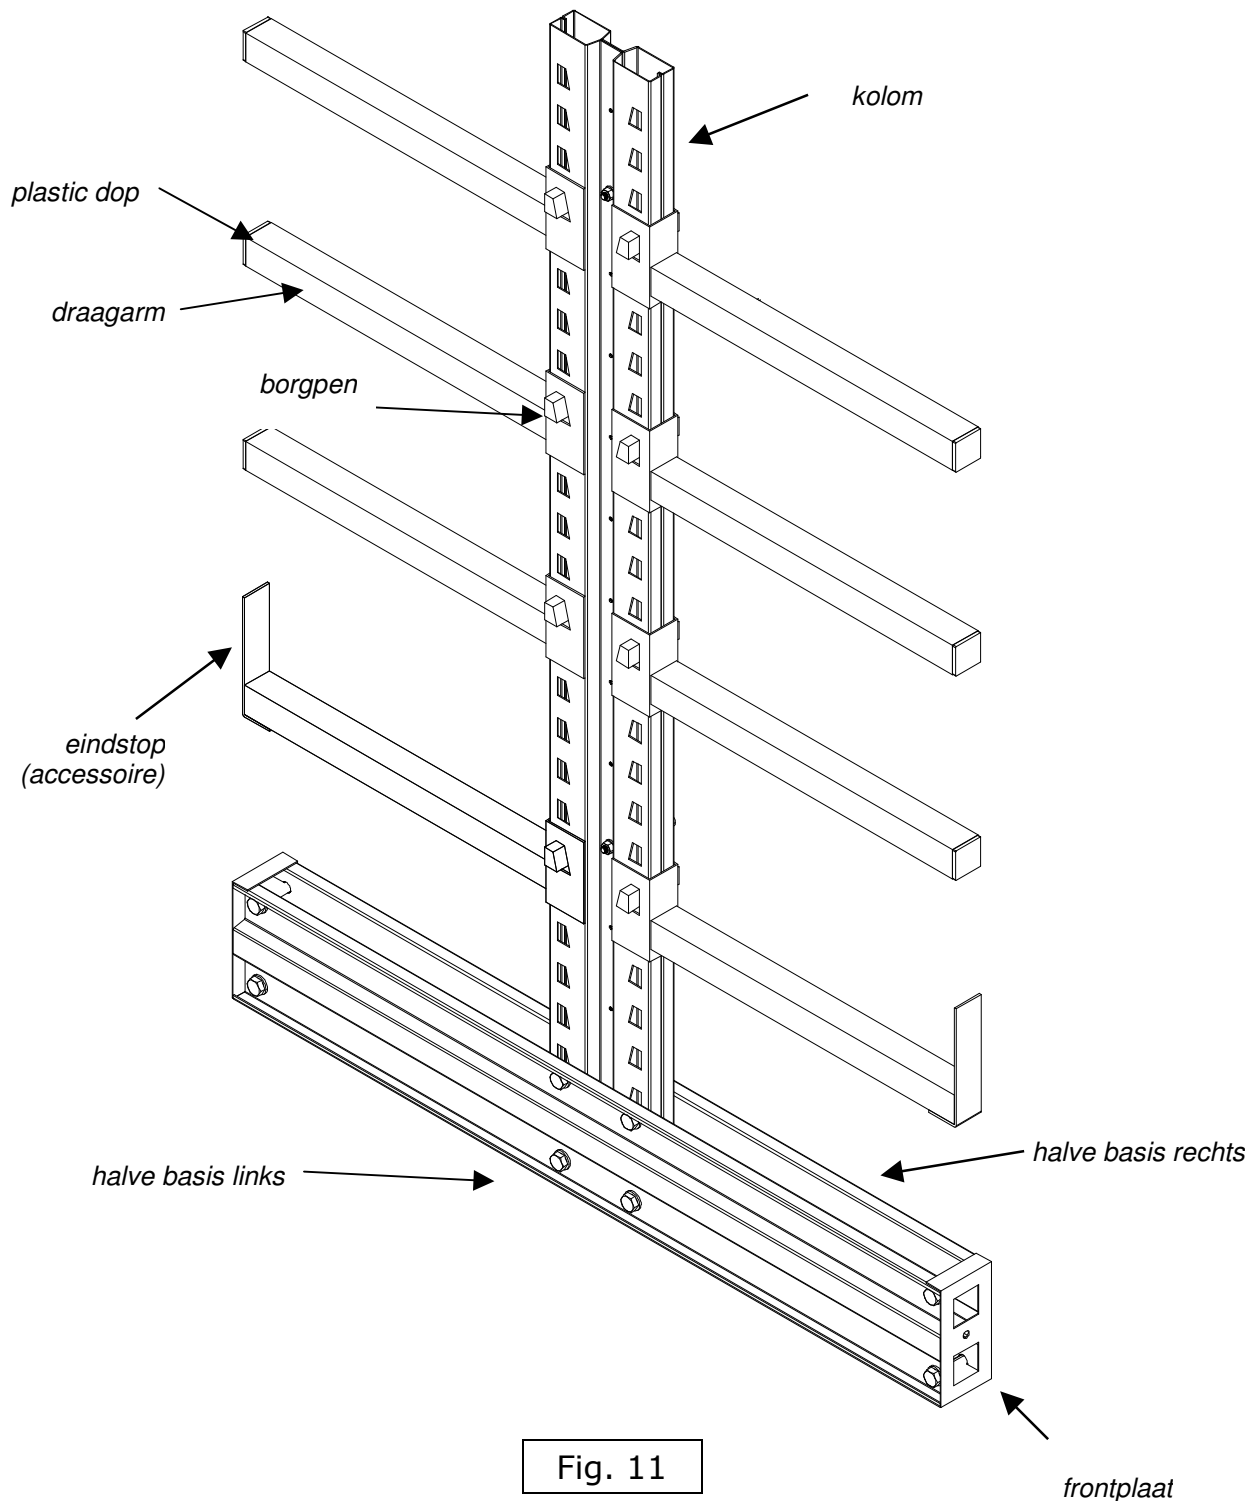

Fig. 11
In Fig. 11 zijn de onderdelen voorgesteld waaruit een staander is samengesteld, in dit geval dubbelzijdig.
7. De draagarmen plaatsen en borgen dmv borgpenne (Fig. 11)